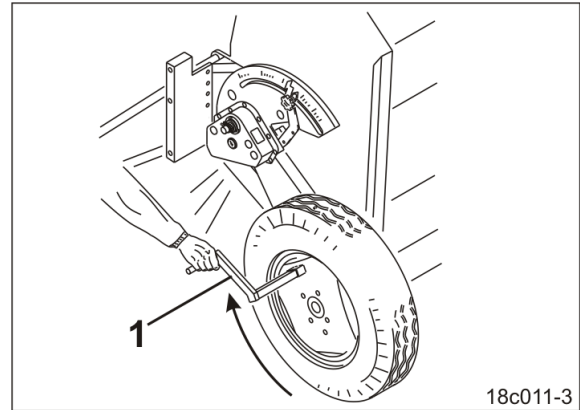

Рис. 223
12.3 Вставте рукоятку для встановлення норми висіву (Рис. 223/1) в квадратну трубу на правому колесі.